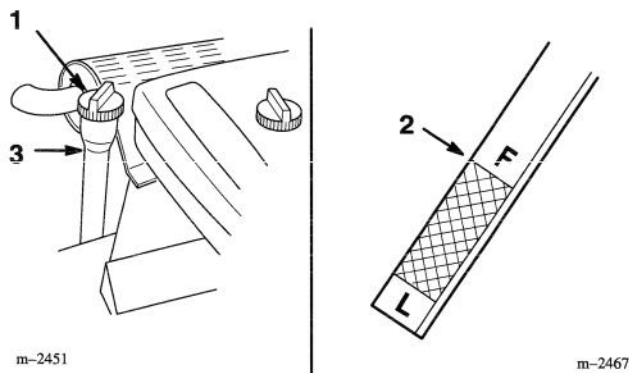

Figure 18
3. Nettoyer les abords de la jauge d'huile (Fig. 18) pour éviter l'introduction de saleté dans l'ouverture de remplissage, qui risquerait d'endommager le moteur.
4. Dévisser la jauge d'huile et bien essuyer l'extrémité métallique (Fig. 18).
5. Insérer la jauge à fond dans le goulot de remplissage, sans la visser (Fig. 18). Retirer la jauge et lire le niveau d'huile sur l'extrémité métallique. Si le niveau est bas, verser lentement de l'huile dans le goulot de remplissage, juste assez pour amener le niveau au repère du plein ("FULL").